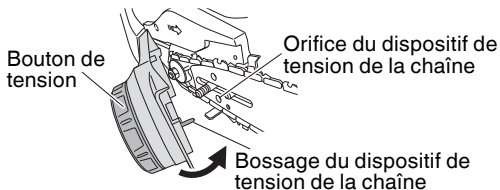

Fig. 8
- (2) Ajustez le bouton de tension du capot latéral de manière à ce que le bossage du dispositif de tension de la chaîne soit inséré correctement dans le trou de tension du guide-chaîne et fixez le capot latéral. (Fig. 8)